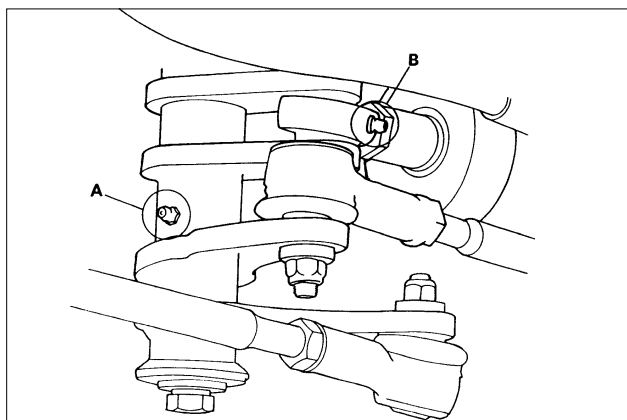

Fig.29
- (2) Steering Bellcrank (A Fig.29)
- (3) Steering ram rod end (B Fig.29)
- b. tuimelaar van de stuurcilinder (A afb. 29);
- c. bevestigingspunt van de stuurcilinder (B. afb. 29);
- (d) Pivot du goujon d'axe (A fig. 29)
- (e) Extrémité de tiges de vérins (B fig. 29)